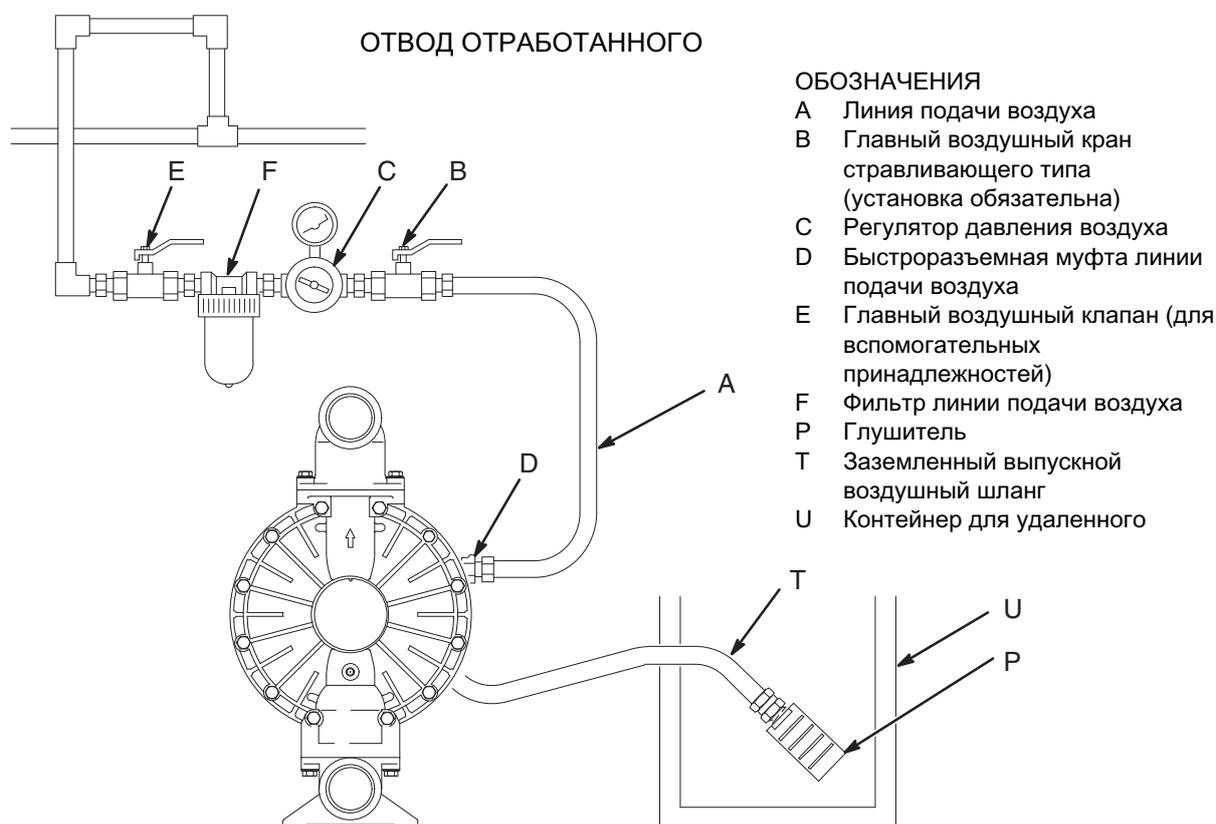

Рис. 5
Поломка мембраны приводит к попаданию перекачиваемой жидкости в выпускаемый воздух. Установите подходящий контейнер в конце линии выпуска воздуха для сбора жидкости. См. раздел Рис. 5.
1. Снимите глушитель (P) с отверстия для выпуска отработанного воздуха из насоса.
2. Установите заземленный шланг (T) для выпуска воздуха и подсоедините глушитель (P) к другому концу шланга. Минимальный внутренний диаметр выпускного воздушного шланга составляет 19 мм (3/4 дюйма). Если требуется шланг длиной более 4,57 м (15 футов), используйте шланг большего диаметра. Избегайте резких изгибов или изломов шланга. См. раздел Рис. 5.
3. Для сбора жидкости на случай разрыва мембраны установите контейнер (U) на конце линии для выпуска отработанного воздуха.